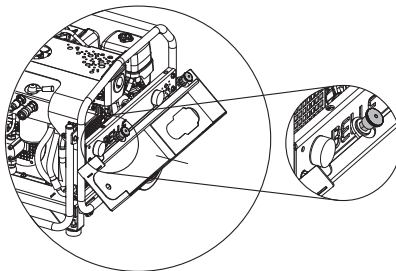

Bild 3
4. Haka fast verktygsfackets fläns undertill det monterade sidoskyddet och dra ut båda spärrarna (**se bild 3**)